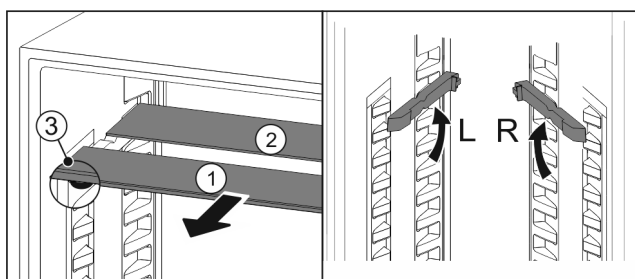

Fig. 114
- Glasplatten einzeln nach vorne herausziehen Fig. 114 (1).
- Glasplatte Fig. 114 (1) mit Zierleiste liegt vorne.
- Stopps Fig. 114 (3) zeigen nach unten.